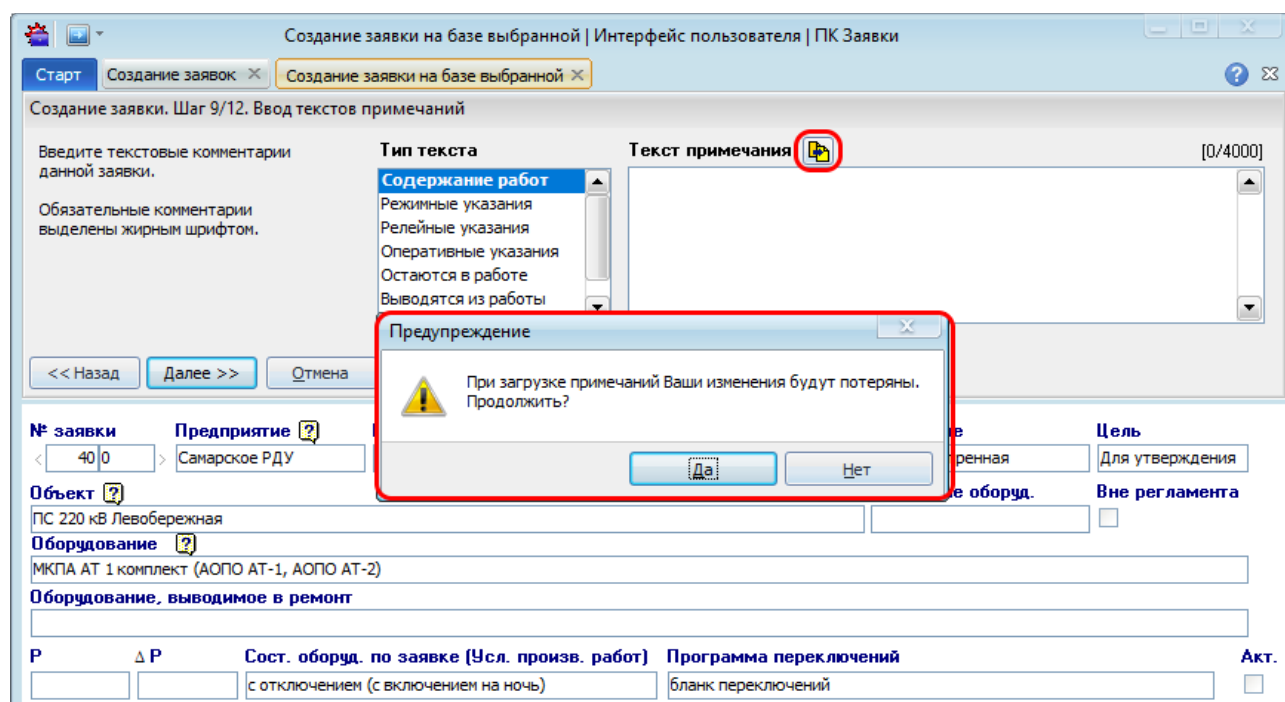

Рисунок 10.45 – Копирование текстовых примечаний из выбранной заявки
- Только созданные на своем предприятии текстовые примечания копируются по умолчанию из существующей заявки. Если необходимо скопировать все существующие примечания из выбранной заявки, то в мастере создания на **шаге 9/12 «Ввод текстов примечаний»** необходимо нажать на кнопку  и в окне предупреждения нажать на кнопку «Да» (Рисунок 10.45). При этом все примечания оформляются от текущего предприятия. Данная кнопка доступна в мастере создания только при создании заявки на базе выбранной.